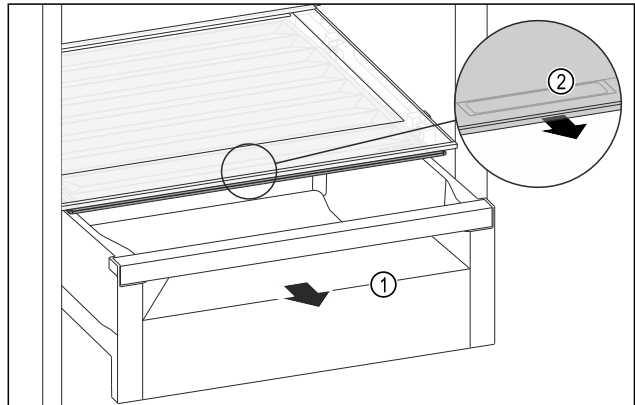

Fig. 104
- ▶ Estrarre il cassetto *Fig. 104 (1)*.
- ▶ Afferrare la maniglia incassata *Fig. 104 (2)* sul coperchio dello scomparto e tirare allo stesso tempo in avanti il coperchio dello scomparto.